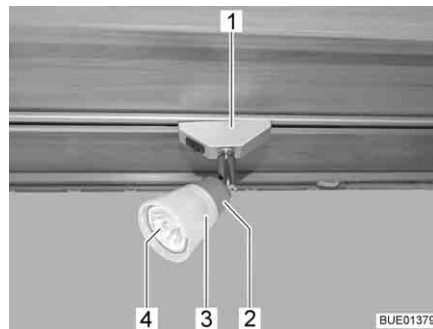

Fig. 224 Spot halogène (coulissant)
- Faire pivoter le spot halogène (Fig. 224,1) de 90° et le sortir du rail.
- Tourner l'abat-jour (Fig. 224,3) dans le sens inverse des aiguilles d'une montre.
- Extraire avec précaution l'abat-jour avec l'ampoule halogène (Fig. 224,4) de la douille (Fig. 224,2).